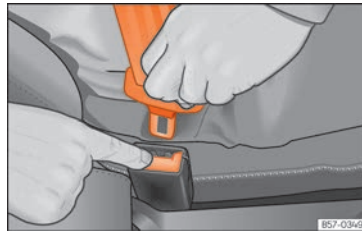

Abb. 26 Schloßzunge vom Gurtchloß lösen.
- Rote Taste im Gurtchloß drücken »» [Abb. 26]. Die Schloßzunge springt heraus.